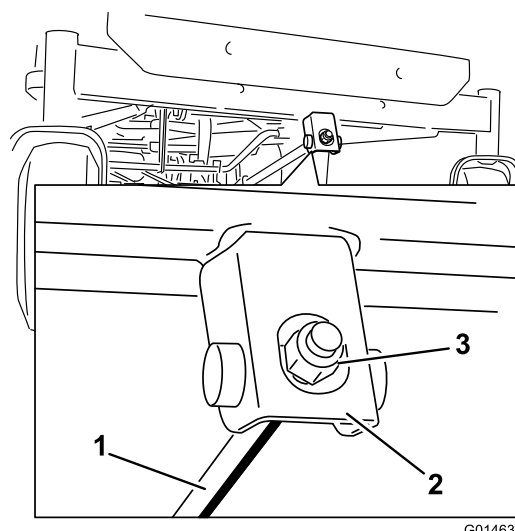

Figure 59
6. Pour régler l'inclinaison avant/arrière des lames, tournez l'écrou de réglage à l'avant du tablier de coupe (Figure 59).